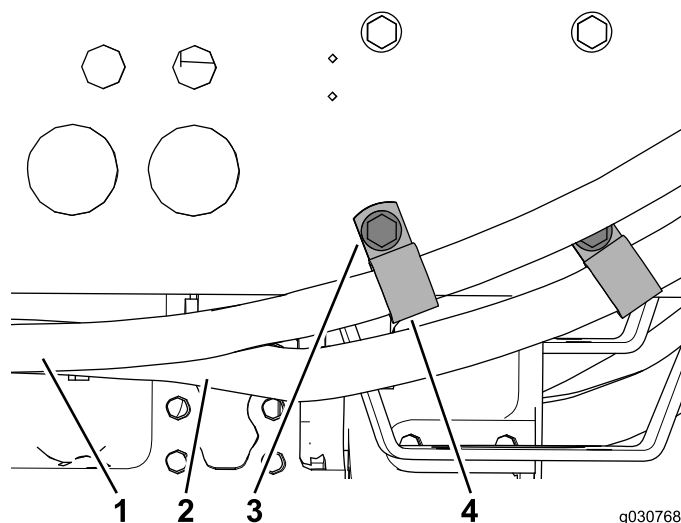

Figure 44
5. Placez un collier en R autour de chaque flexible de climatisation et fixez-les au cadre de la machine au moyen des 2 boulons existants (Figure 44).